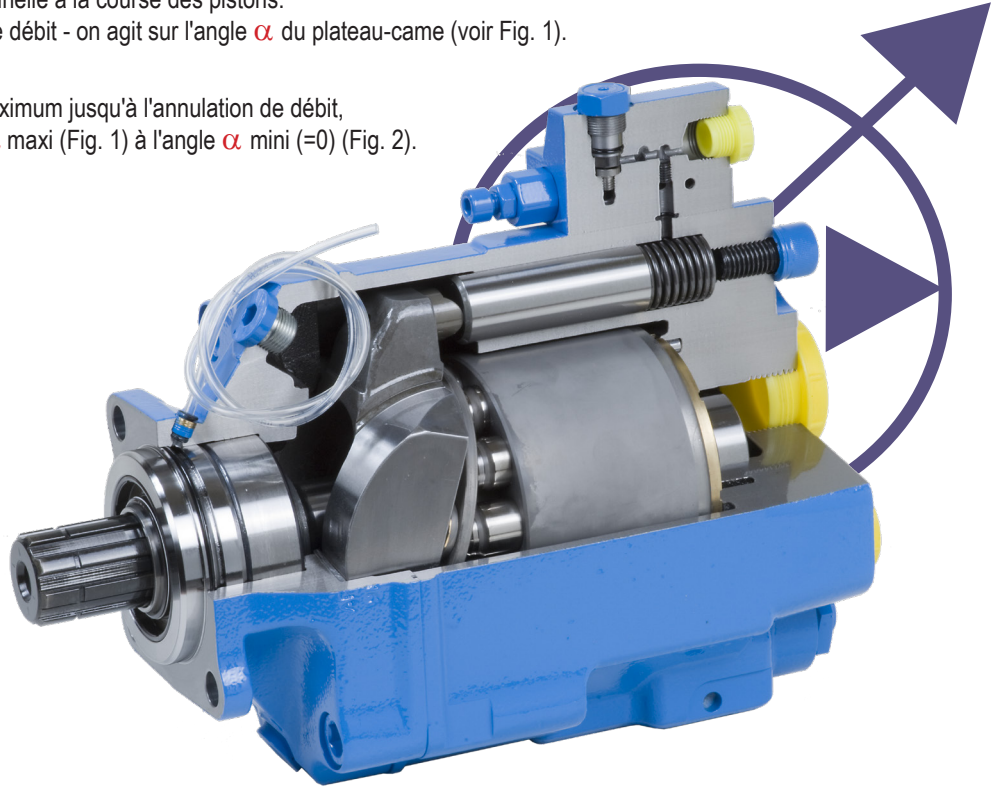

Figure 1 - Cylindrée maxi
- ▶ La cylindrée de la pompe est proportionnelle à la course des pistons. Pour faire varier la cylindrée - et donc le débit - on agit sur l'angle α du plateau-came (voir Fig. 1).
- ▶ Pour faire varier la cylindrée de son maximum jusqu'à l'annulation de débit, le plateau-came est incliné de l'angle α maxi (Fig. 1) à l'angle α mini (=0) (Fig. 2).